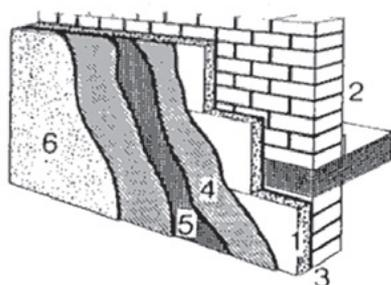

Figura 7.
- Aplicação de reboco de pequena espessura sobre o isolamento (Figura 7)**